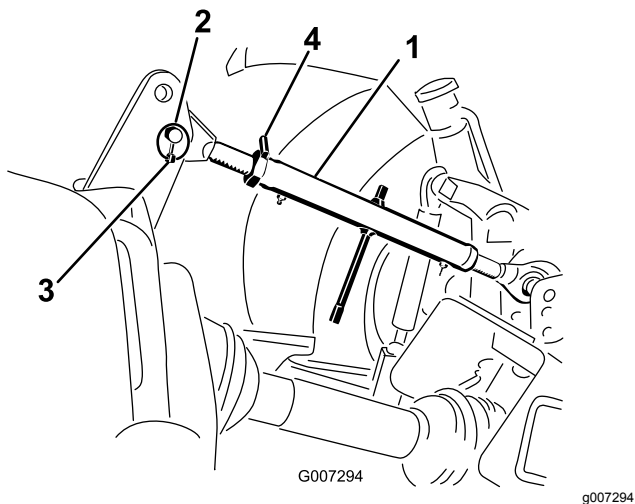

Bild 8
1. Stecken Sie den Oberlenker in das untere Loch in der Halterung und befestigen Sie ihn mit dem Steckstift und Klappstecker (Bild 8).
3. Drehen Sie den Oberlenker, um den Lenker festzuziehen. Stellen Sie ihn ein, bis die Vorderseite des Aerifiziererrahmens 90 Grad von der Horizontalen ist (Bild 8).